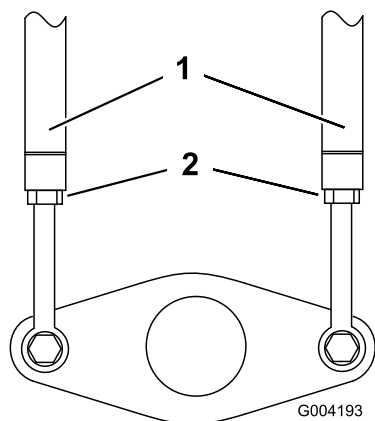

Figura 54
3. Allentare i controdadi situati sulle aste di trazione, al di sotto della plancia (Figura 54).